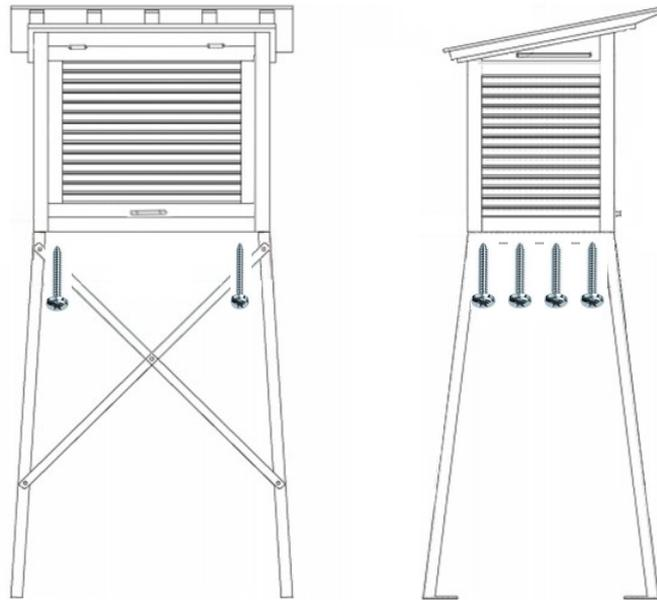

Figura 2
- Fissare la capannina al cavalletto metallico utilizzando le 8 viti autofilettanti in dotazione da inserire negli 8 fori della parte superiore del cavalletto (v.Figura 2).